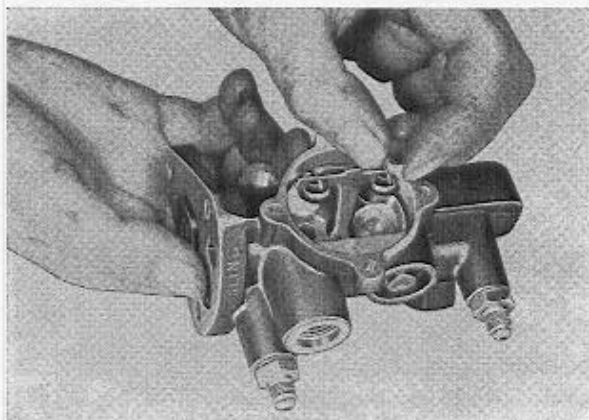

Abb. 32 Ausbau vom Ventilarm
3. Deckel (7) vom Ventilgehäuse (6) abnehmen. Schrauben (10) lösen und Bügel (11) sowie Federn (4) herausnehmen. Vorsichtig auf den Stopfen des Reglerzylinders drücken und Ventilarm hochheben (Abb. 32).
3. Ventile (2 und 12), Abb. 48, am Ventilarm (3) anbringen und die Einheit in das Gehäuse einbauen, siehe Abb. 32. Feder (4), Bügel (11), Scheiben sowie Schrauben (10) einbauen. Schrauben mit einem Moment von 0,3—0,4 mkg anziehen. Die Funktion durch Pressen des Regulierkolbens hin und her (Abb. 41) prüfen, wobei die Ventile öffnen bzw. schließen sollen. In Normalstellung soll das Ventil, das dem Flansch am nächsten liegt, offen und das andere Ventil geschlossen